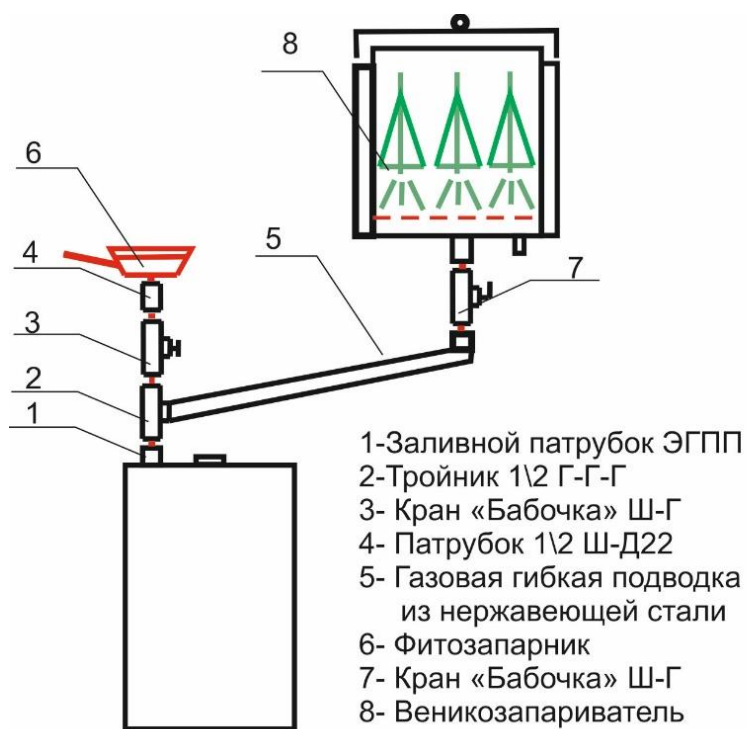

Рис.4 Схема отбора насыщенного пара от ЭГПП.
2.2.7 В качестве опции к Устройству возможно подключение Фитозапарника и (или) Веникозапарника в соответствии со схемой подключения рис.4. К штуцеру отбора пара (поз.1 рис.4) через кран (поз.3, рис.4) подключается Фитозапарник (поз.6 рис.4), или, посредством гофрированной трубы из нержавеющей стали (поз.5 рис.4), Веникозапарник (поз.8 рис.4). При одновременном использовании Фитозапарника и Веникозапарника используется тройник (поз.2 рис.4)